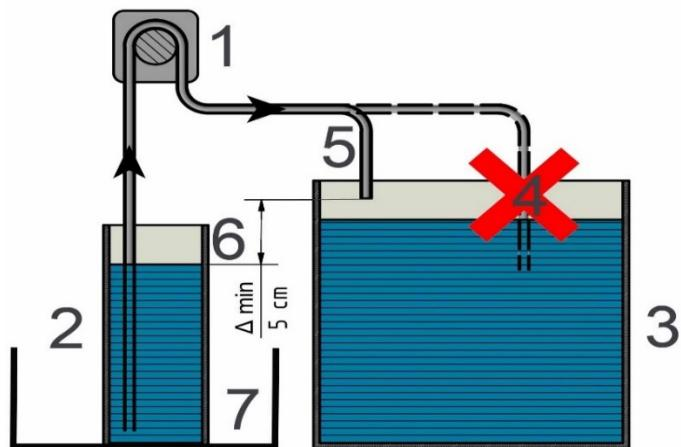

Fig. 1: Veiligheidsinstructies:
De doseerpompen (1) zijn zelf aanzuigend en moeten geïnstalleerd worden v.lgs Fig. 1. Dit is de enige manier om volledig leeg geraken van de container te voorkomen (2). Het is aanbevolen om de slangjes zo kort mogelijk te houden (water hoogte max. 2 m = 0.2 bar). Maar de slang aan de aanzuigkant moet volledig tot de bodem van de container (2) komen. Om terugstromen te voorkomen mag de doseerslang niet in het aquariumwater hangen (4). Het water niveau in de container (6) moet altijd onder het uiteinde van de doseerslang komen (5). Het water niveau in het filter/aquarium is niet belangrijk m.b.t. deze instructies.